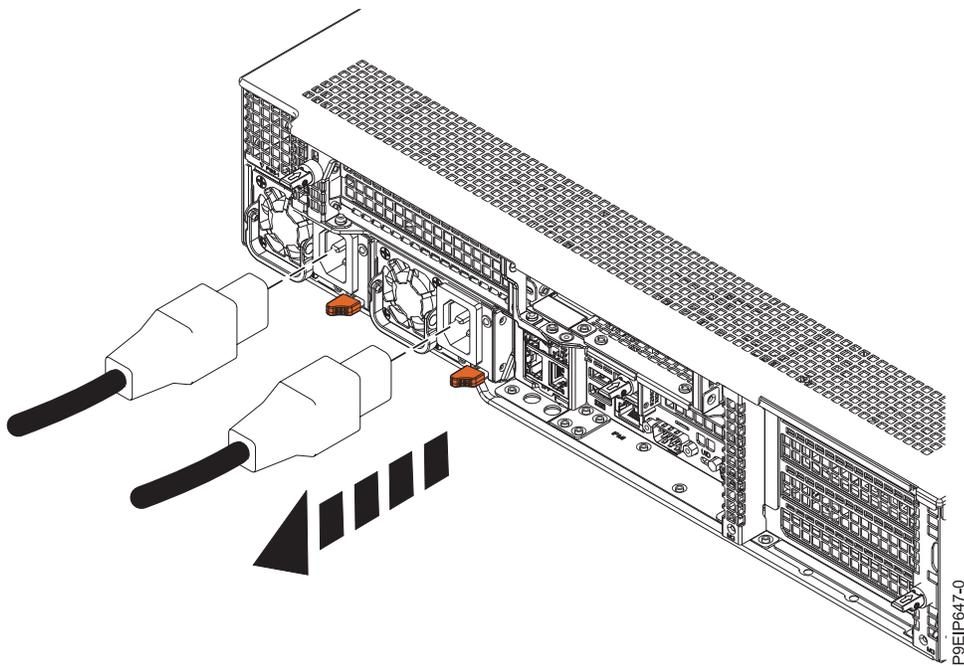

図 110. システムからの電源コードの取り外し
2. 電源コードにラベルを付けて、システム装置から切り離します ( 114 ページの図 110 を参照)。